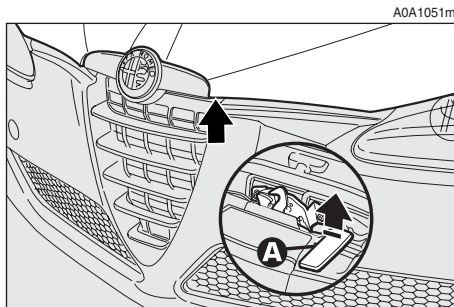

fig. 164
- presione hacia arriba la palanca (**A-fig. 164**) del dispositivo de seguridad.